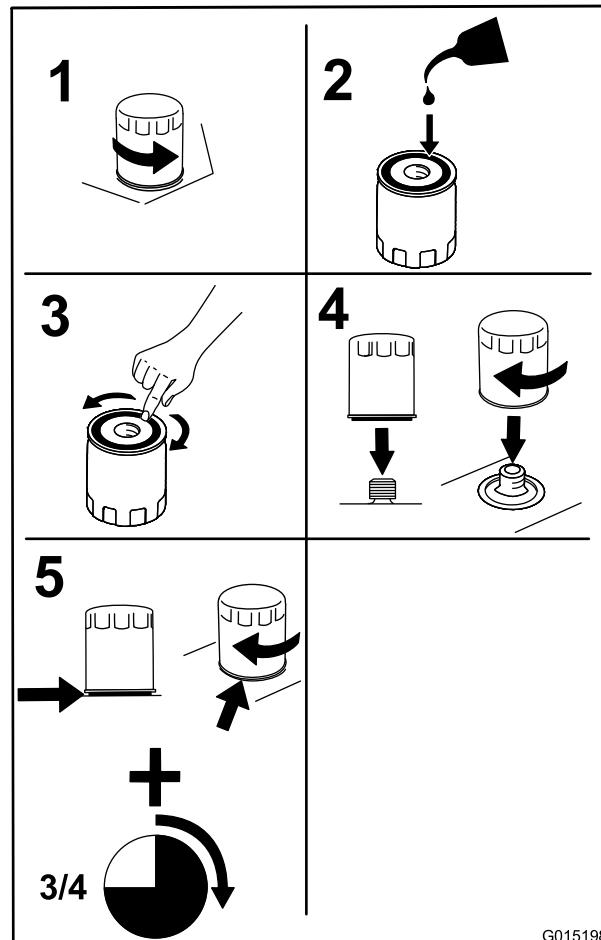

Figura 35
3. Substitua o filtro do óleo do motor, como se mostra na Figura 35.